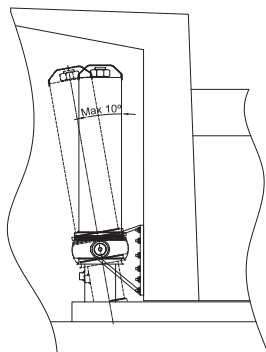

Imagen 8 - Ángulo de montaje del cilindro tipo H
- El ángulo de montaje de los cilindros de tipo A y H debe ser máximo de 10° (Imagen 8).